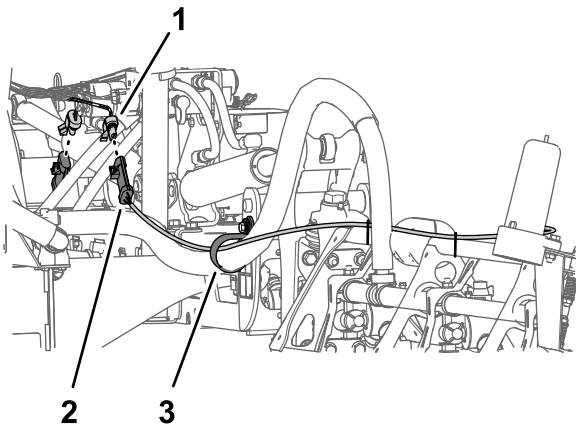

図 26
1. ウルトラソニックboomレベリングキットのワイヤハーネスの3ピンコネクタを、車両のワイヤハーネスの3ソケットコネクタから外す 図 26。